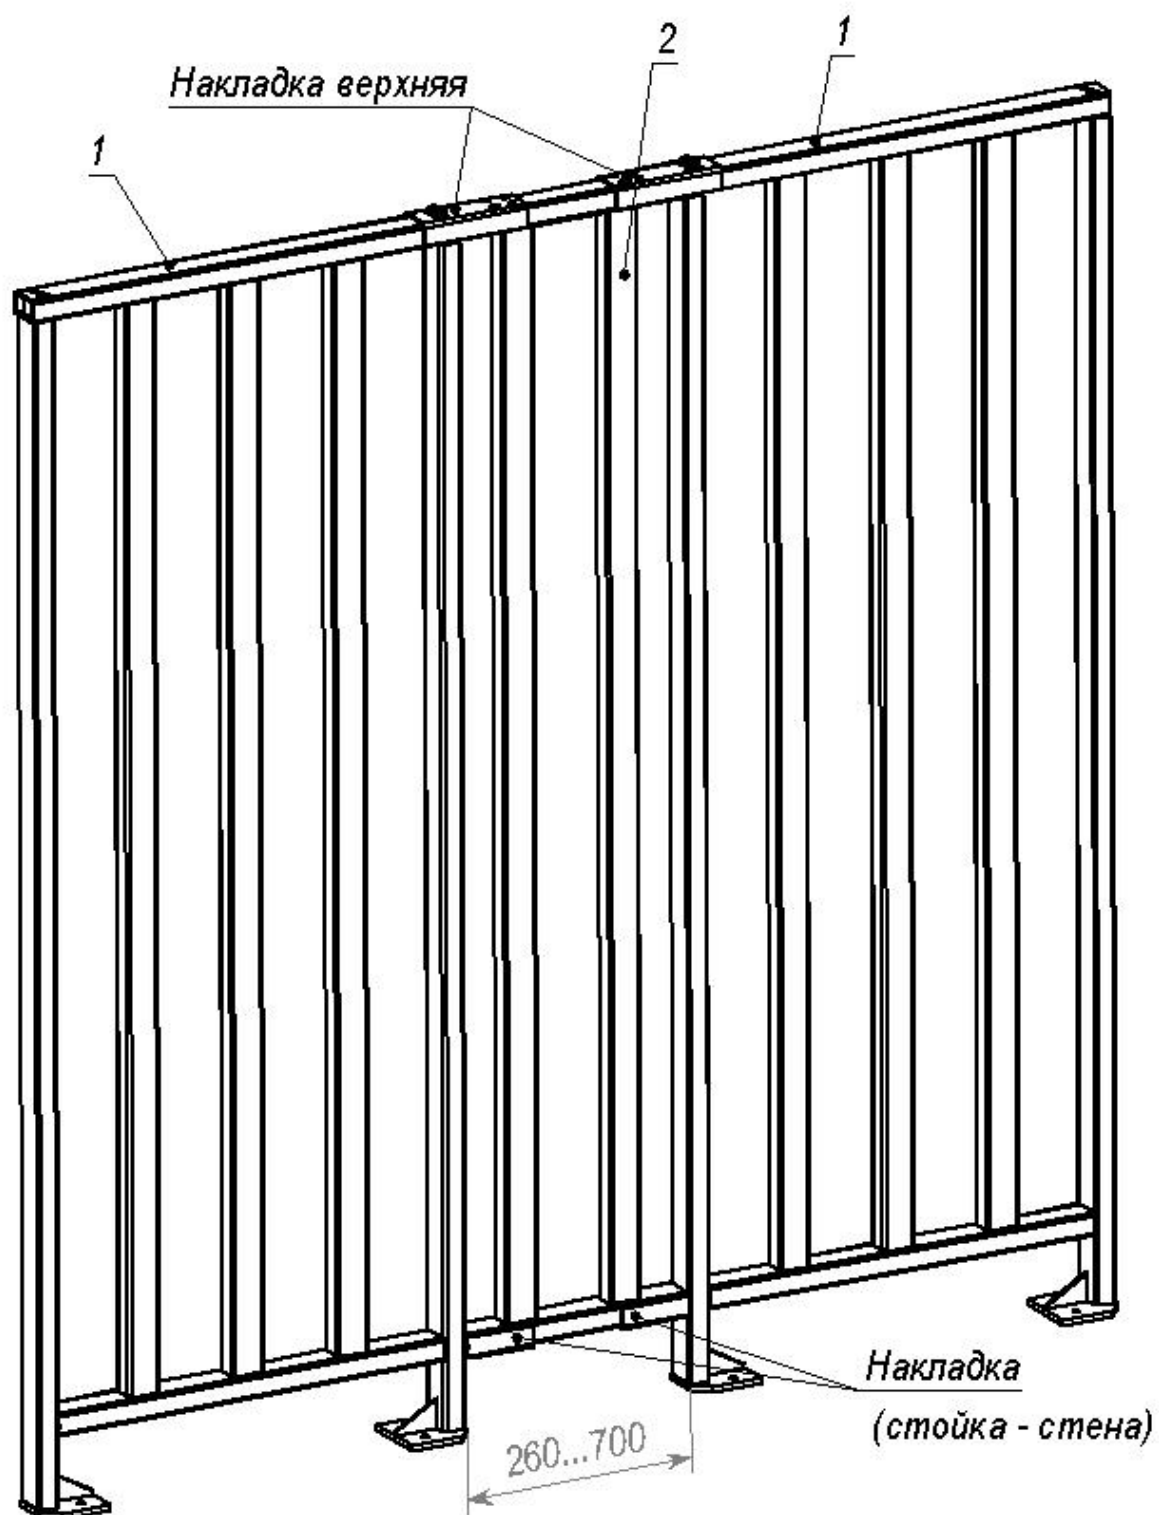

Рисунок 2 – Вариант использования ограждения:
5.2.3 В общем случае использования ограждения необходимое количество его основных и дополнительных секций соединяют друг с другом, а также с турникетом и его крышей, с калиткой и со стеной с помощью соответствующих накладок и кронштейнов (см. п. 4.2.2 и рисунок 2).
Примечание – При необходимости допускается уменьшение длины дополнительной секции до 260 мм (см. рисунок 2).
8.2.7 К стыкам секций приложите соответствующие накладки (рисунок 2) и через имеющиеся в накладках отверстия разметьте по месту отверстия $\varnothing 3,5$ мм для саморезов*.